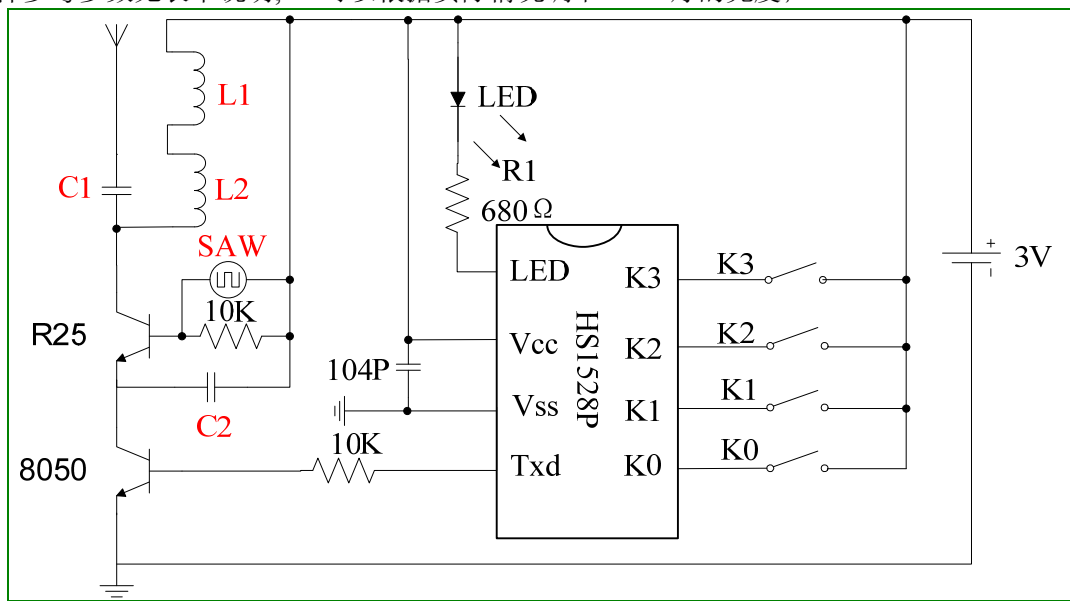

图 1 3V 参考应用电路
3、表 1 中数据为 1 位数据位（如上图所示“0”码或“1”码）的宽度 TD，为烧写器烧写 1600μs，实际一位码宽（电路如图 1 所示）。